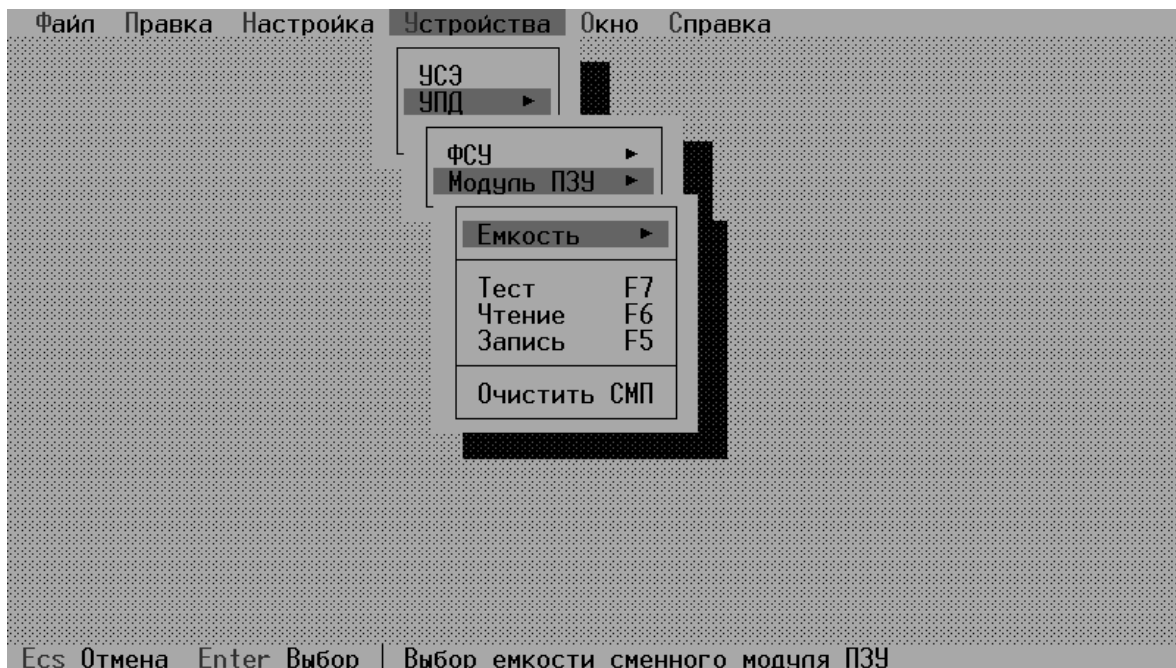

Рис. 14. Меню **Устройства** программы (подменю **УПД/Модуль ПЗУ**).
- выбор емкости используемого СМП в УПД (опция **УПД/Модуль ПЗУ/Емкость** см. рис.14). Величина выбранной емкости модуля СМП будет использована при компоновке проекта данных при записи в СМП;